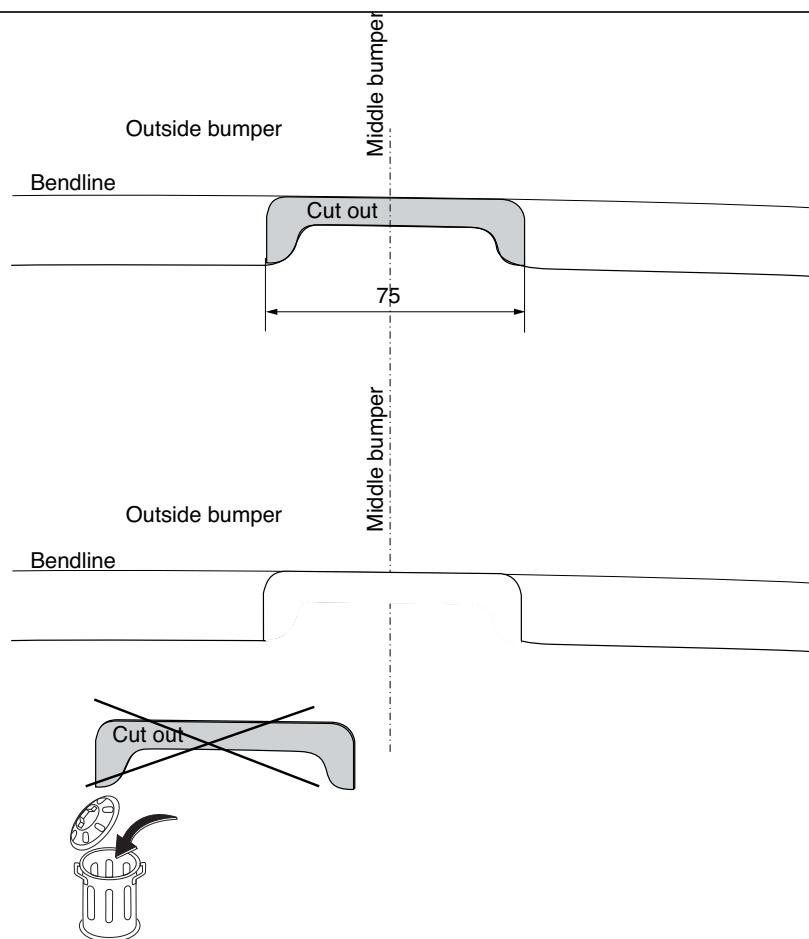

Fig. 1
4. Auf der Unterseite der Stoßstange einen Teil aus der Mitte gemäß Abbildung 1 herausschneiden.